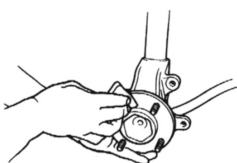

Fig. 3
7. Rost, Schmutz oder Grate von Einbaufäche des Nabenflansches entfernen (Fig. 3).